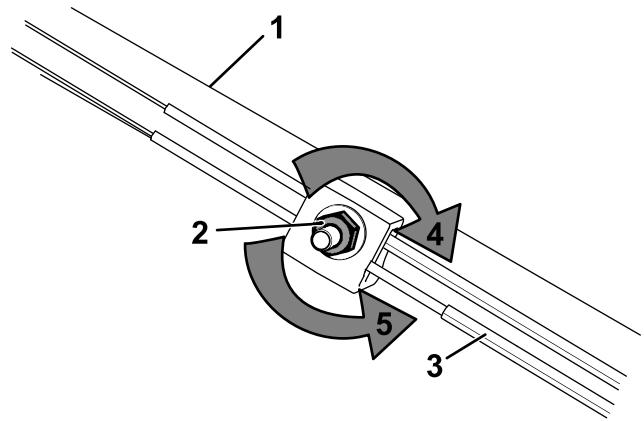

Figura 21
1. Gire la tuerca de ajuste en sentido antihorario para aflojar el ajuste del cable (Figura 21).
2. Ajuste la tensión del cable (Figura 21) tirando del mismo hacia atrás o empujándolo hacia adelante, y sujetelo en esa posición.